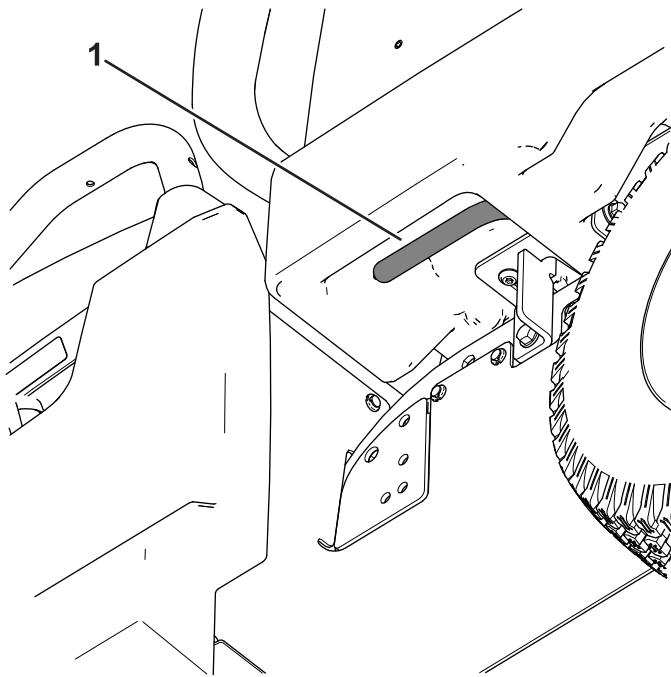

Bild 18
1. Ziehen Sie den Hebel an der linken Innenseite der Ladepritsche zu sich und heben Sie die Ladepritsche an (Bild 18).
1. Heben Sie den Hubhebel an, um die Ladefläche etwas anzuheben (Bild 18).